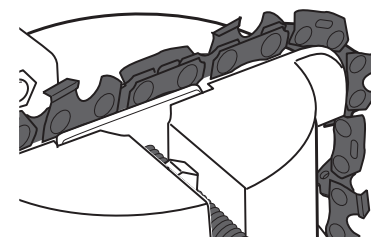

Fig. 4
- > Coloque a corrente de serra com os elos de ligação voltados para baixo dentro do carril-guia e através do torno (12). A direção de corte tem de estar voltada para o disco de desbaste (15) (Fig. 4).